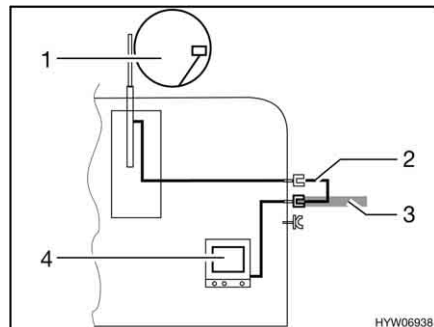

Bild 186 TV im Fahrzeug
- TV im Fahrzeug (Bild 186,4): Anschluss an Dachantenne (Bild 186,1) mit Verbindungskabel (Bild 186,2)
- TV im Fahrzeug (Bild 186,4): Anschluss an externe Antenne (Bild 186,3)